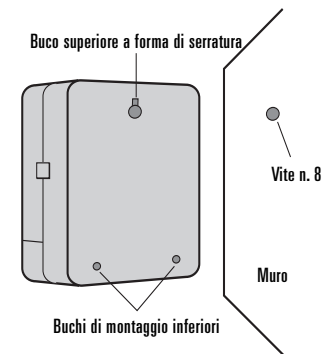

Figura 23: Montaggio del timer
- Far scivolare l'asola della chiavetta sul retro del timer sopra la vite esposta. [Vedere la Figura 23]